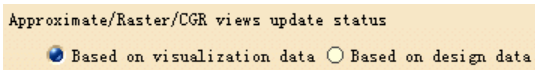

图 6-59
6) Approximate/Raster/CGR views update status (近似/光栅/CGR 视图更新状态): 选中 Based on visualization data (基于可视化数据) 单选按钮, 则时间戳的计算是基于可视化数据; 选中 Based on design data (基于设计数据) 单选按钮, 则时间戳的计算是基于设计数据。默认情况下, Based on visualization data 单选按钮被选中, 如图 6-59 所示。